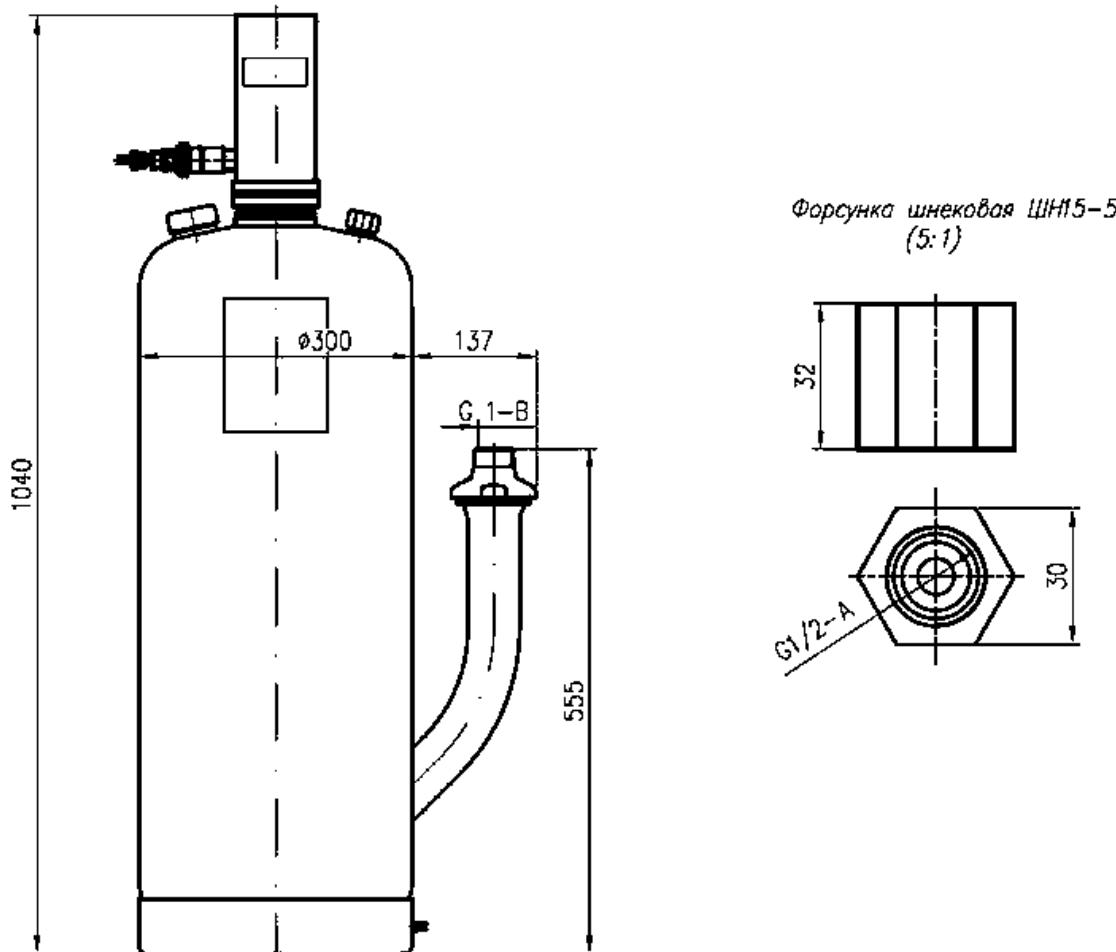

Рис. 1. Габаритные размеры модуля пожаротушения тонкораспылённой водой «Буран 50ТРВ».
4. Габаритные размеры, мм	см. рис.1